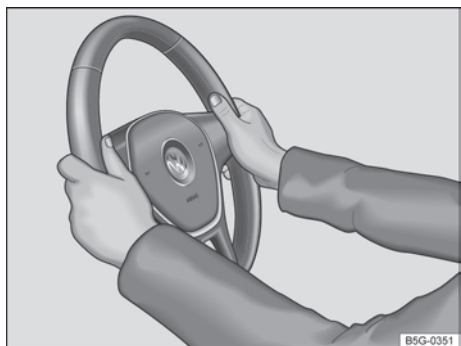

Fig. 57 No volante: posição 9 e 3 horas.
- Ajustar a posição do volante de forma que possa segurá-lo lateralmente pela borda externa *na posição de 9h e 3h* → **Fig. 57** com ambas as mãos e os braços ligeiramente dobrados.
- Pressionar a alavanca ① sempre com firmeza para cima após o ajuste, para que o volante não mude sua posição durante a condução.
- Durante a condução, sempre segurar o volante com ambas as mãos lateralmente na borda externa *na posição de 9h e 3h* → **Fig. 57**, para reduzir ferimentos causados por um acionamento do airbag frontal do condutor.